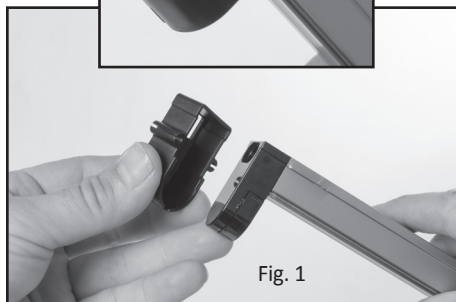

Fig. 1
1. Coloque la cubierta en el listón. Coloque la segunda cubierta del mismo modo. Ignore este paso si las cubiertas de plástico ya están colocadas (véase imagen 1 y 1a).